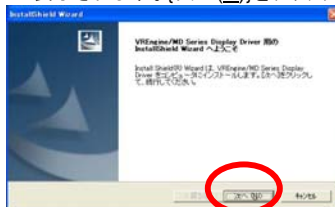

図 4.1-2 InstallShield Wizard
- (4) 図 4.1-2のダイアログが表示されます。{次へ(N)}をクリックします。